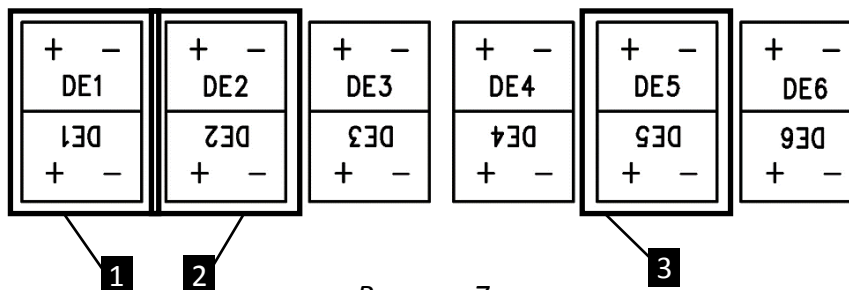

Рисунок 7
- 1 НЧ датчик импульсов подключается к разъему «DE1» (рисунок 7: **1**) и «DE2» (рисунок 7: **2**) ЕК280.
- 2 ВЧ датчик импульсов подключается к разъему «DE5» (рисунок 7: **3**) ЕК280.